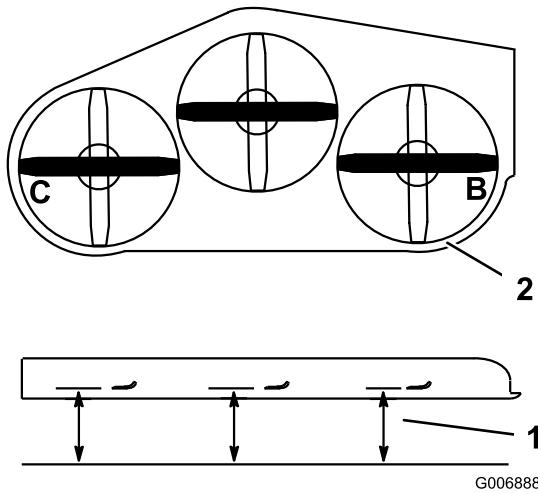

Figura 60
1. Coloque la cuchilla derecha en posición longitudinal (Figura 60).
2. Mida la cuchilla derecha en la posición **B** desde una superficie nivelada hasta el filo de corte del extremo de la cuchilla (Figura 60).
4. Coloque la cuchilla izquierda en posición longitudinal (Figura 60).
- Mida la cuchilla izquierda en la posición **C** (Figura 60) desde una superficie nivelada hasta el filo de corte del extremo de la cuchilla.